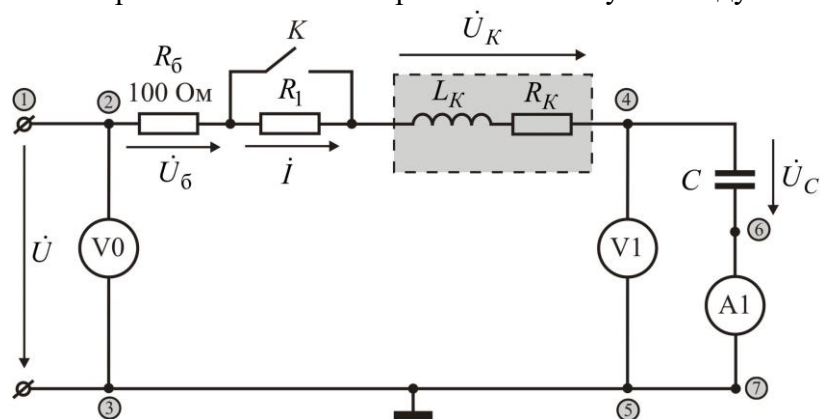

Рис. 7. Электрическая схема цепи
Электрическая схема цепи приведена на рис. 7. На схеме показан генератор синусоидального напряжения \dot{U} (точка ①), балластный резистор R_6 (он необходим для устойчивой работы виртуальных приборов), резистор R_1 , мини-блок катушки индуктивности L_K , R_K и конденсатор C . Мини-блоки необходимо выбирать по номеру стенда (табл. 2). Таблица 2
При замкнутом положении ключа K (см. рис. 7) сопротивление $R_1 = 0$, при разомкнутом – R_1 равно значению, указанному в табл. 2.